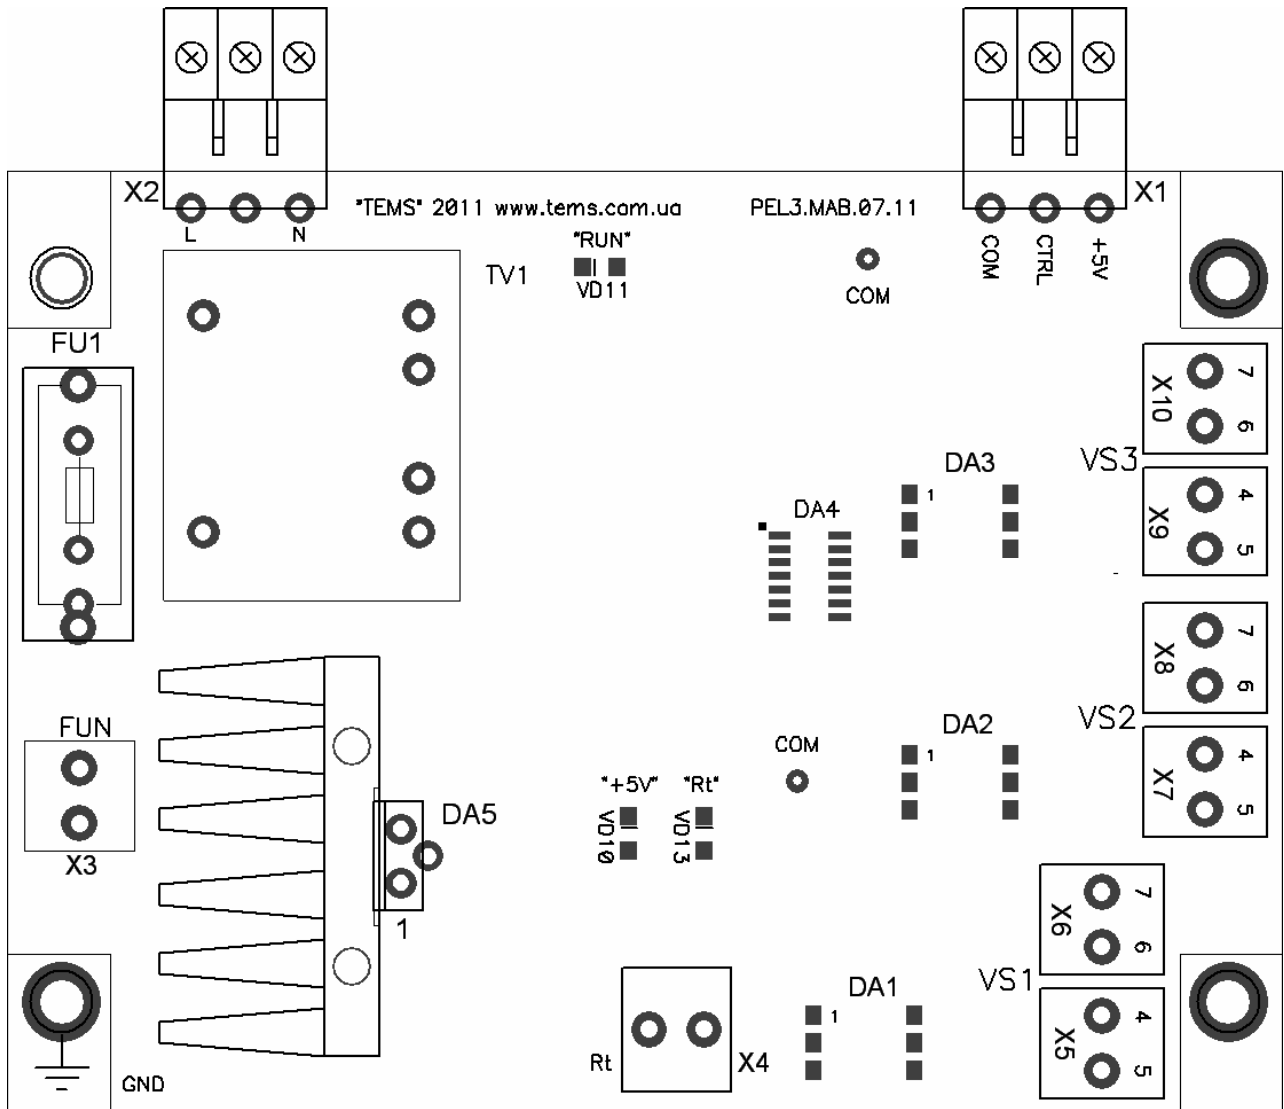

Рис.3 Схема размещения элементов платы управления
Оптически развязанные формирователи импульсов управления (**DA1-DA3** Рис.3) тиристорами обеспечивают включение пускателя в момент перехода фазы входного напряжения (тока) через ноль.
4.5. Пускатели имеют индикацию (**Рис.3**):